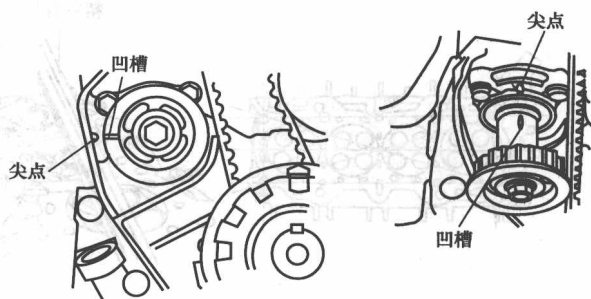

图 1-21 对准平衡轴带轮上的标记
18) 将平衡轴带轮上的凹槽与油泵壳体上的标记对齐,如图 1-21 所示。